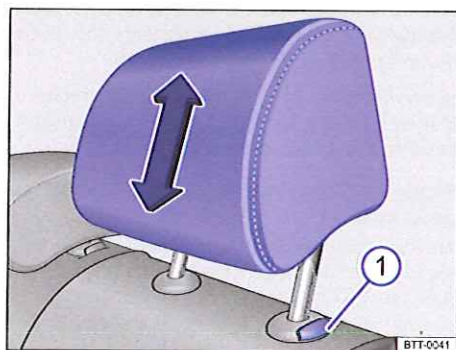

Fig. 63 Dépose de l'appuie-tête arrière
- Retirez entièrement l'appuie-tête en appuyant sur la touche → fig. 63 ①.